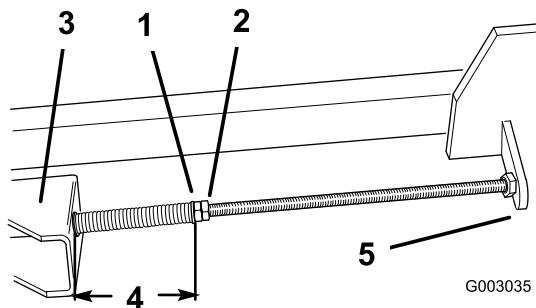

Figura 45
la correa de transmisión desgastada de las poleas (Figura 45).
8. Apriete la contratuerca delantera de cada varilla de ajuste hasta que los muelles estén completamente comprimidos, aproximadamente 12 cm (4-3/4 pulg.) medido entre la arandela y el casquillo, luego desenrosque las contratuerca delanteras una vuelta (Figura 45).
9. Apriete las contratuerca traseras (Figura 45).